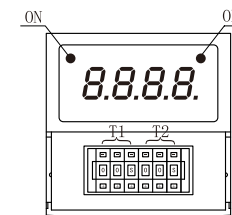

图2 (以HHS16R为例)
- 按要求设置好延时间和时段(如图2);
④
6、HHS16R功能简述：延时设置见上图2，设置T1、T2的时基和预置数，然后接通电源，左边两位数码管显示T1的延时数据，同时OFF指示灯亮，当延时到达T1设定值后，继电器动作，同时右边两位数码管显示T2的延时数据，ON指示灯亮，当延时到达T2设定值后，继电器释放，T1又开始延时，如此实现循环延时控制。